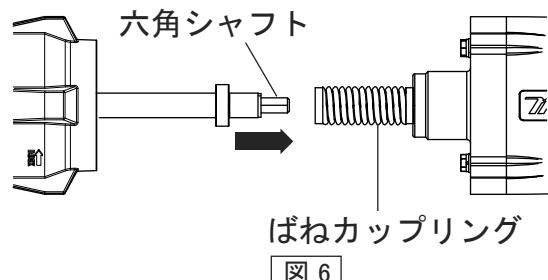

図6
- 振動筒ケースから六角シャフトを引き出し、六角シャフトをばねカップリングに挿入し、防振筒をモーターに押し込む。(図6)